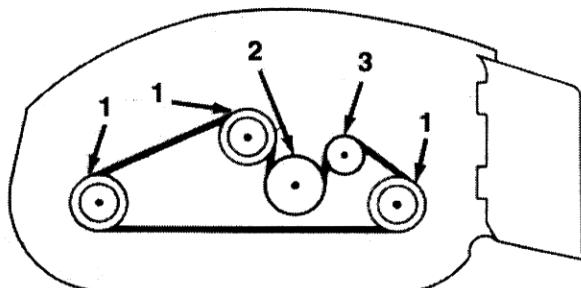

Fig 12—Percorso della cinghia
2. Rimuovere il dado che fissa l'ancora a molla alla vite mordente nella sede (Fig. 12). Alzare l'ancora dalla vite mordente e lasciare che la cinghia si afflosci.
- del mandrino, alla puleggia della scatola del cambio ed alla puleggia folle (Fig. 12).